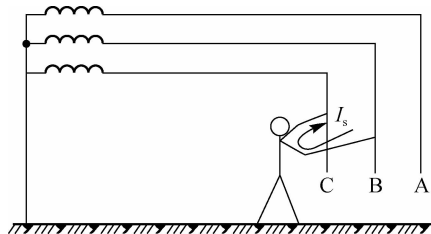

图 1-12 两相触电示意图
(2)两相触电。人体的不同部位同时触及两相带电体,电流从一相通过人体流入另一相导体,构成一个闭合回路的触电形式称为两相触电。对于这种情况,无论电网中性点是否接地,人体所承受的线电压都将比单相触电时高,因而危险性更大。两相触电示意图如图 1-12 所示。